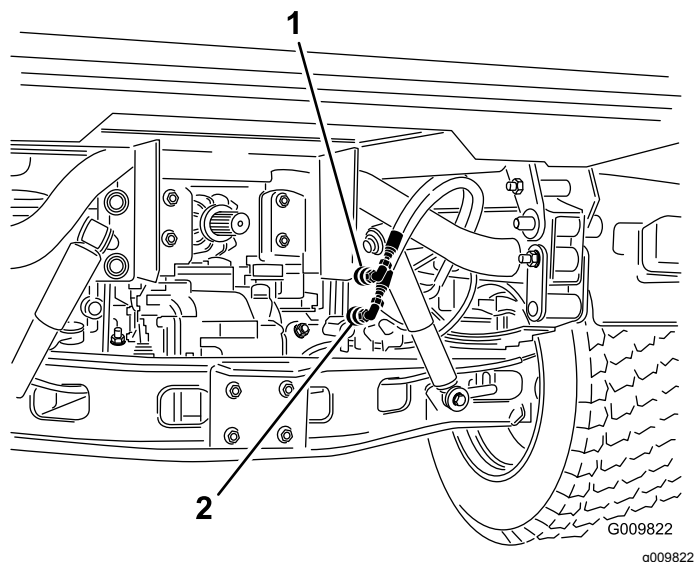

図 73
- それぞれの車両で、クイックカップラホース2本を、カップラブラケットのホースから外す 図 73。